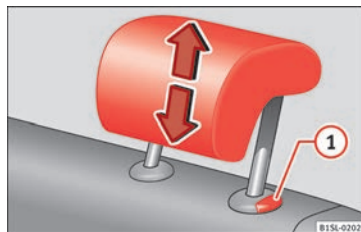

Abb. 66 Kopfstütze hinten einstellen.
- Kopfstütze in Pfeilrichtung nach oben oder bei gedrückter Taste » Abb. 66 1 » ⚠ nach unten schieben.